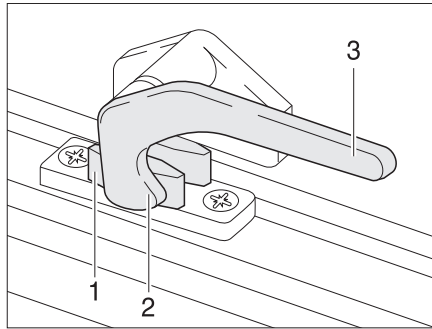

Fig. 71 Levier de verrouillage en position "Fermé"
- Tourner le levier de verrouillage (Fig. 71,3) d'un quart de tour vers le centre de la fenêtre.
- Tourner le levier de verrouillage (Fig. 71,3) d'un quart de tour vers le cadre de la fenêtre. Le tenon de verrouillage (Fig. 71,2) se trouve sur le côté intérieur du verrouillage de fenêtre (Fig. 71,1).
- En position "Fermé" (Fig. 71).